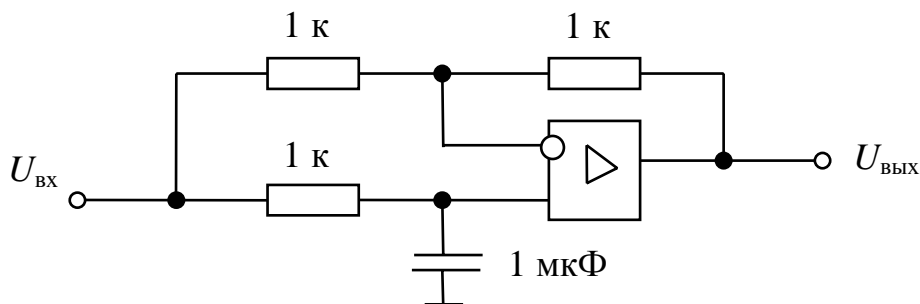

Рис. 2
2. Собрать схему фазовращателя (рис. 2). Снять его ЛАЧХ и ЛФЧХ. Определив передаточную функцию устройства, получить выражения для частотной и фазовой характеристик фазовращателя и сравнить их с экспериментальными, измерить фазовое запаздывание выходного сигнала на частотах 50 и 500 Гц.